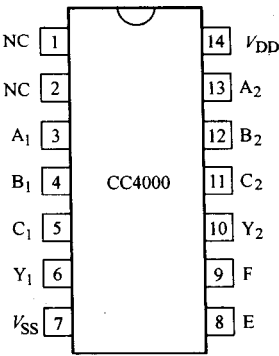

图 1 CC4000 的外引脚排列
- 1. 封装形式及外引脚排列（见图 1） 采用 SJ1100-76A 型-14 线和 C 型-14 线。